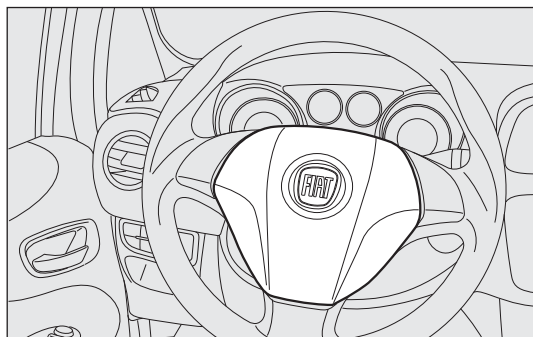

fig. 142
**AIRBAG FRONTALE LATO GUIDATORE****fig. 142**